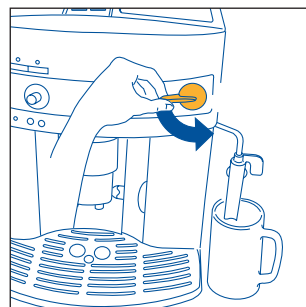

Fig.5
3. **INMEDIATAMENTE DESPUÉS, ANTES DE TRANSCURRIDOS 30 SEGUNDOS** gire el mando de vapor media vuelta hacia la izquierda hasta el tope (fig.5) (es normal que la máquina haga ruido).
- Gire el mando vapor media vuelta hacia la izquierda hasta el fondo (fig. 5): el agua caliente saldrá por el emulsionador y empezará a llenar el recipiente de abajo.
- Haga salir un poco de agua o vapor durante algunos segundos girando el mando de vapor hacia la izquierda hasta el tope (fig. 5).